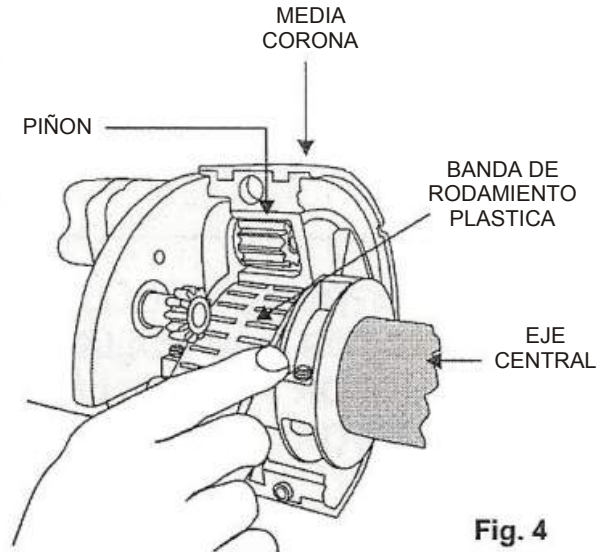

Fig. 4
- Coloque media corona, poniendo especial atención que los dientes del piñón entren perfectamente en las ranuras de la banda de rodamiento plástica, ver fig. 4